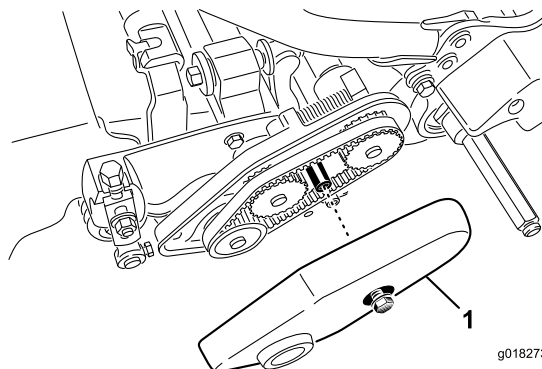

図 47
2. ベルトカバーを固定しているフランジボルトをゆるめてベルトカバーを外し、ベルトを露出させる図 47。